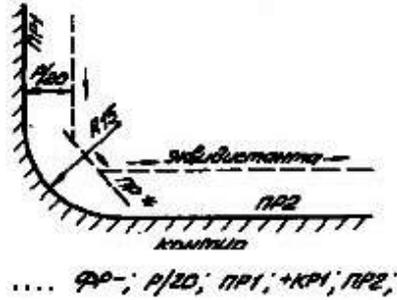

Рисунок 84
1. Радиус инструмента больше радиуса окружности на контуре. В этом случае окружность заменяется прямой. (см.рис. 84).